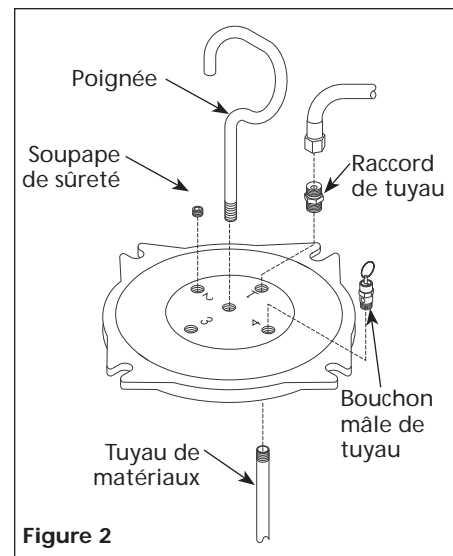

Figure 2
- Monter la soupape de sûreté à l'orifice #4 du couvercle de réservoir (Voir Figure 2).
5. Installer le raccord de tuyau flexible dans l'orifice #1 du couvercle de réservoir du haut (Voir Figure 2).